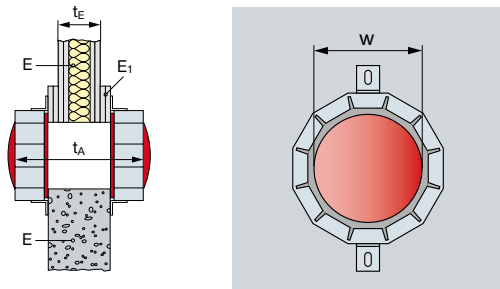

Abb. 10: Leerschott, keine Versorgungsleitungen
Leichtbauwand, Abb. 10, oberer Abschnitt (E).
Massivwand, Abb. 10, unterer Abschnitt (E).